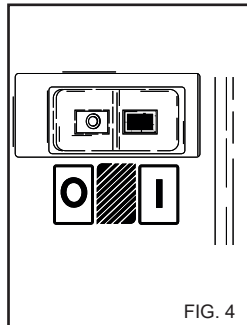

FIG. 4
3) Ligue a máquina de jacto de água a alta pressão rodando o interruptor de ligação para a pos. "I" (fig. 4).
2) Pare a máquina de jacto de água a alta pressão rodando o interruptor de ligação para a pos. "O" (fig. 4).